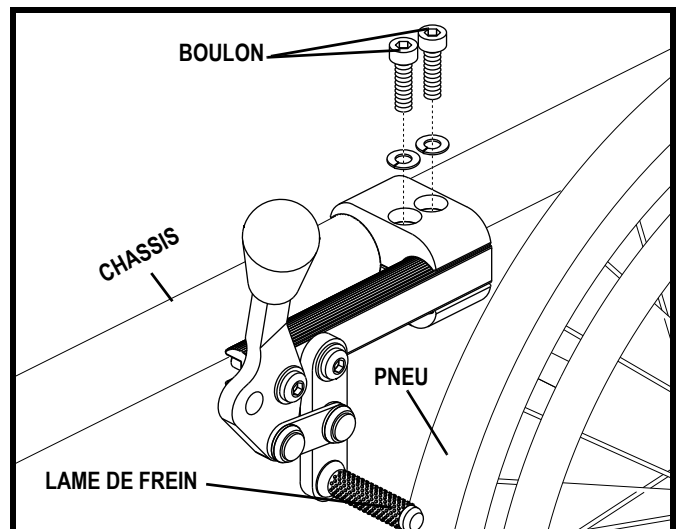

Figure 38. Réglage des freins
2. Desserrez les boulons qui retiennent le frein au châssis. **Voir la figure 38.**